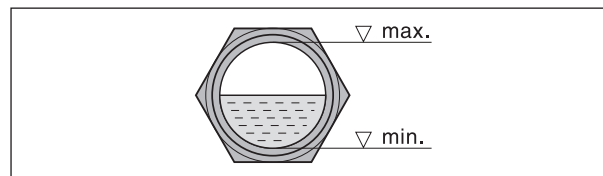

Fig. 5 Nivel de aceite
- b) Tras una eventual corrección del sentido de giro, poner el motor de nuevo en marcha y apagarlo después de 2 minutos para reponer aceite hasta el borde superior de la mirilla (Fig. 5/I). Ir reponiendo aceite por la boca de llenado (Fig. 2/H) hasta que todas las tuberías de aceite estén completamente llenas. La boca de llenado no debe abrirse de ninguna manera con la bomba funcionando.